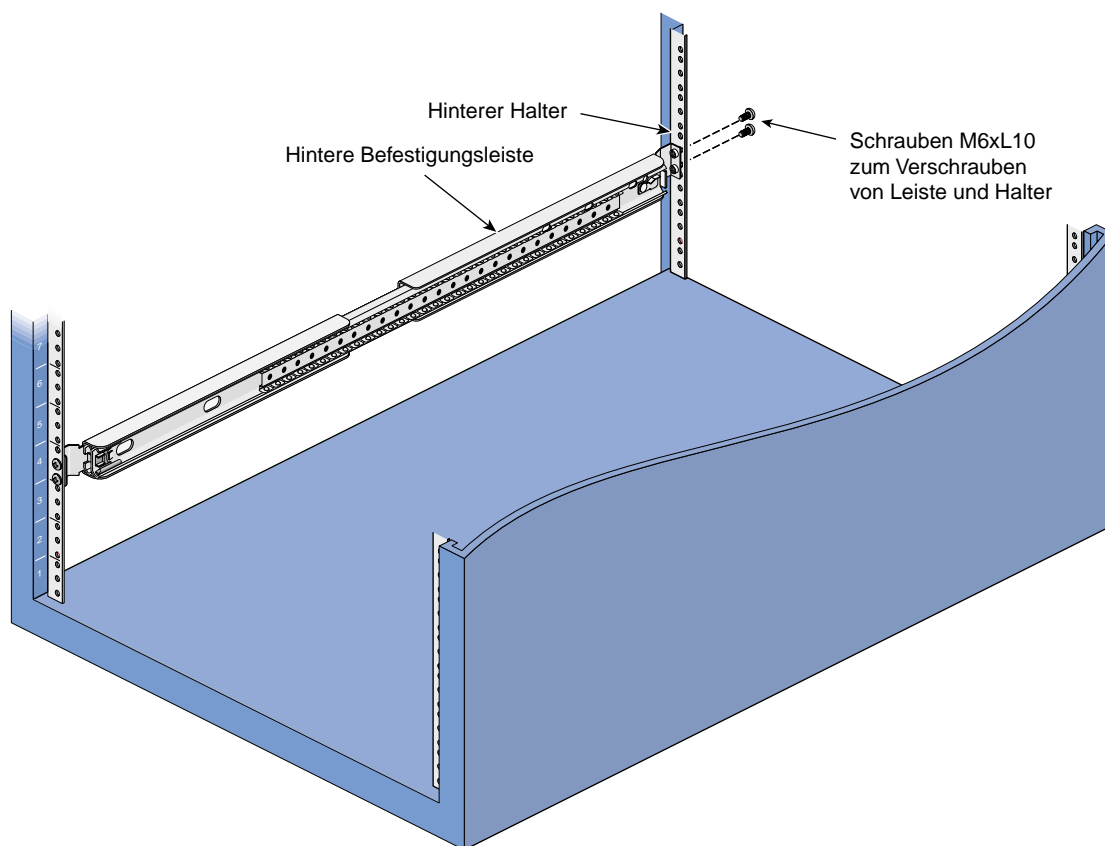

Abbildung 2-6 Festziehen des Auszug-Halters an der hinteren Befestigungsleiste des Racks
4. Ziehen Sie den Halter mit zwei M6xL10-Schrauben an der Befestigungsleiste des Racks fest (siehe Abbildung 2-6).